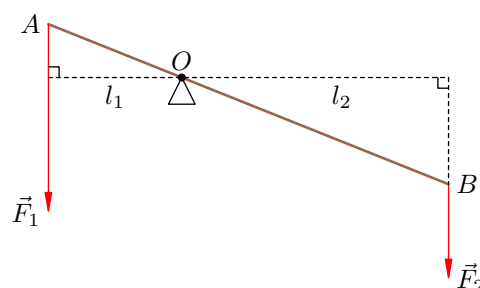

Рис. 1. Рычаг
*Рычаг* — это твёрдое тело, которое может вращаться вокруг неподвижной оси. На рис. 1 изображён рычаг с осью вращения  $O$ . К концам рычага (точкам  $A$  и  $B$ ) приложены силы  $\vec{F}_1$  и  $\vec{F}_2$ . Плечи этих сил равны соответственно  $l_1$  и  $l_2$ .